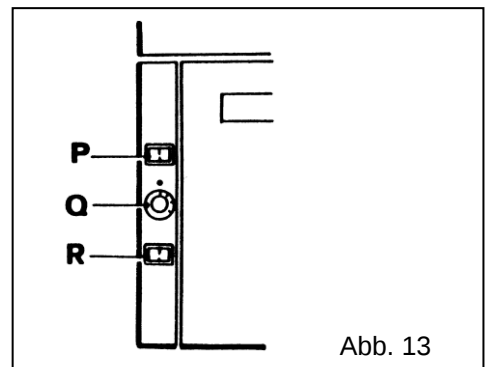

Abb. 13
7.2 Elektrisch beheizter schrank (Abb. 13)